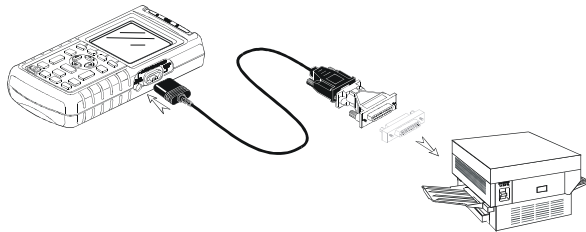

Abbildung 1-22. Anschließen eines Serielldruckers
- Das optisch isolierte RS-232-Adapterkabel (PM9080, als Option erhältlich), um einen Serielldrucker an die sog. optische Schnittstelle oder OPTICAL PORT Ihres Meßgeräts anzuschließen. Siehe Abbildung 1-22.